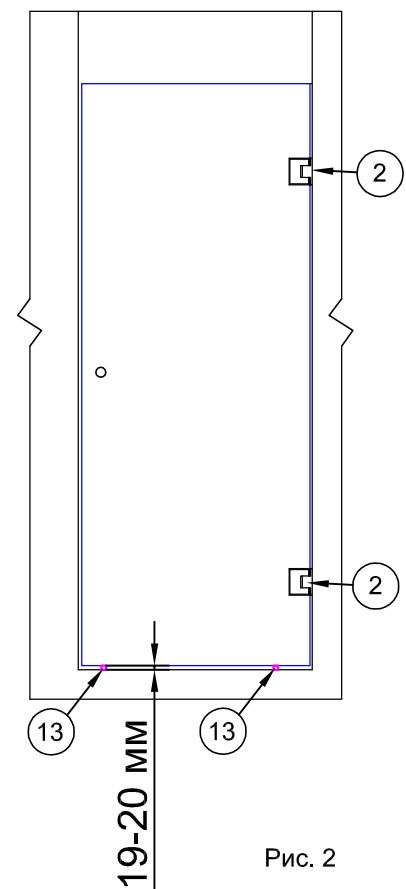

Рис. 2
1.2. На пол в местах установки двери положить технологические дистанционные прокладки №13 толщиной 19-20 мм для обеспечения необходимого зазора между дверью и полом (рис.2).
1.3. Установить двери на место в дверном проёме (рис.2). Прижать площадки петель с отверстиями к стене. При помощи уровня обеспечить вертикальное положение дверей. Вымерять необходимые отступы от внешней стены до стекла.